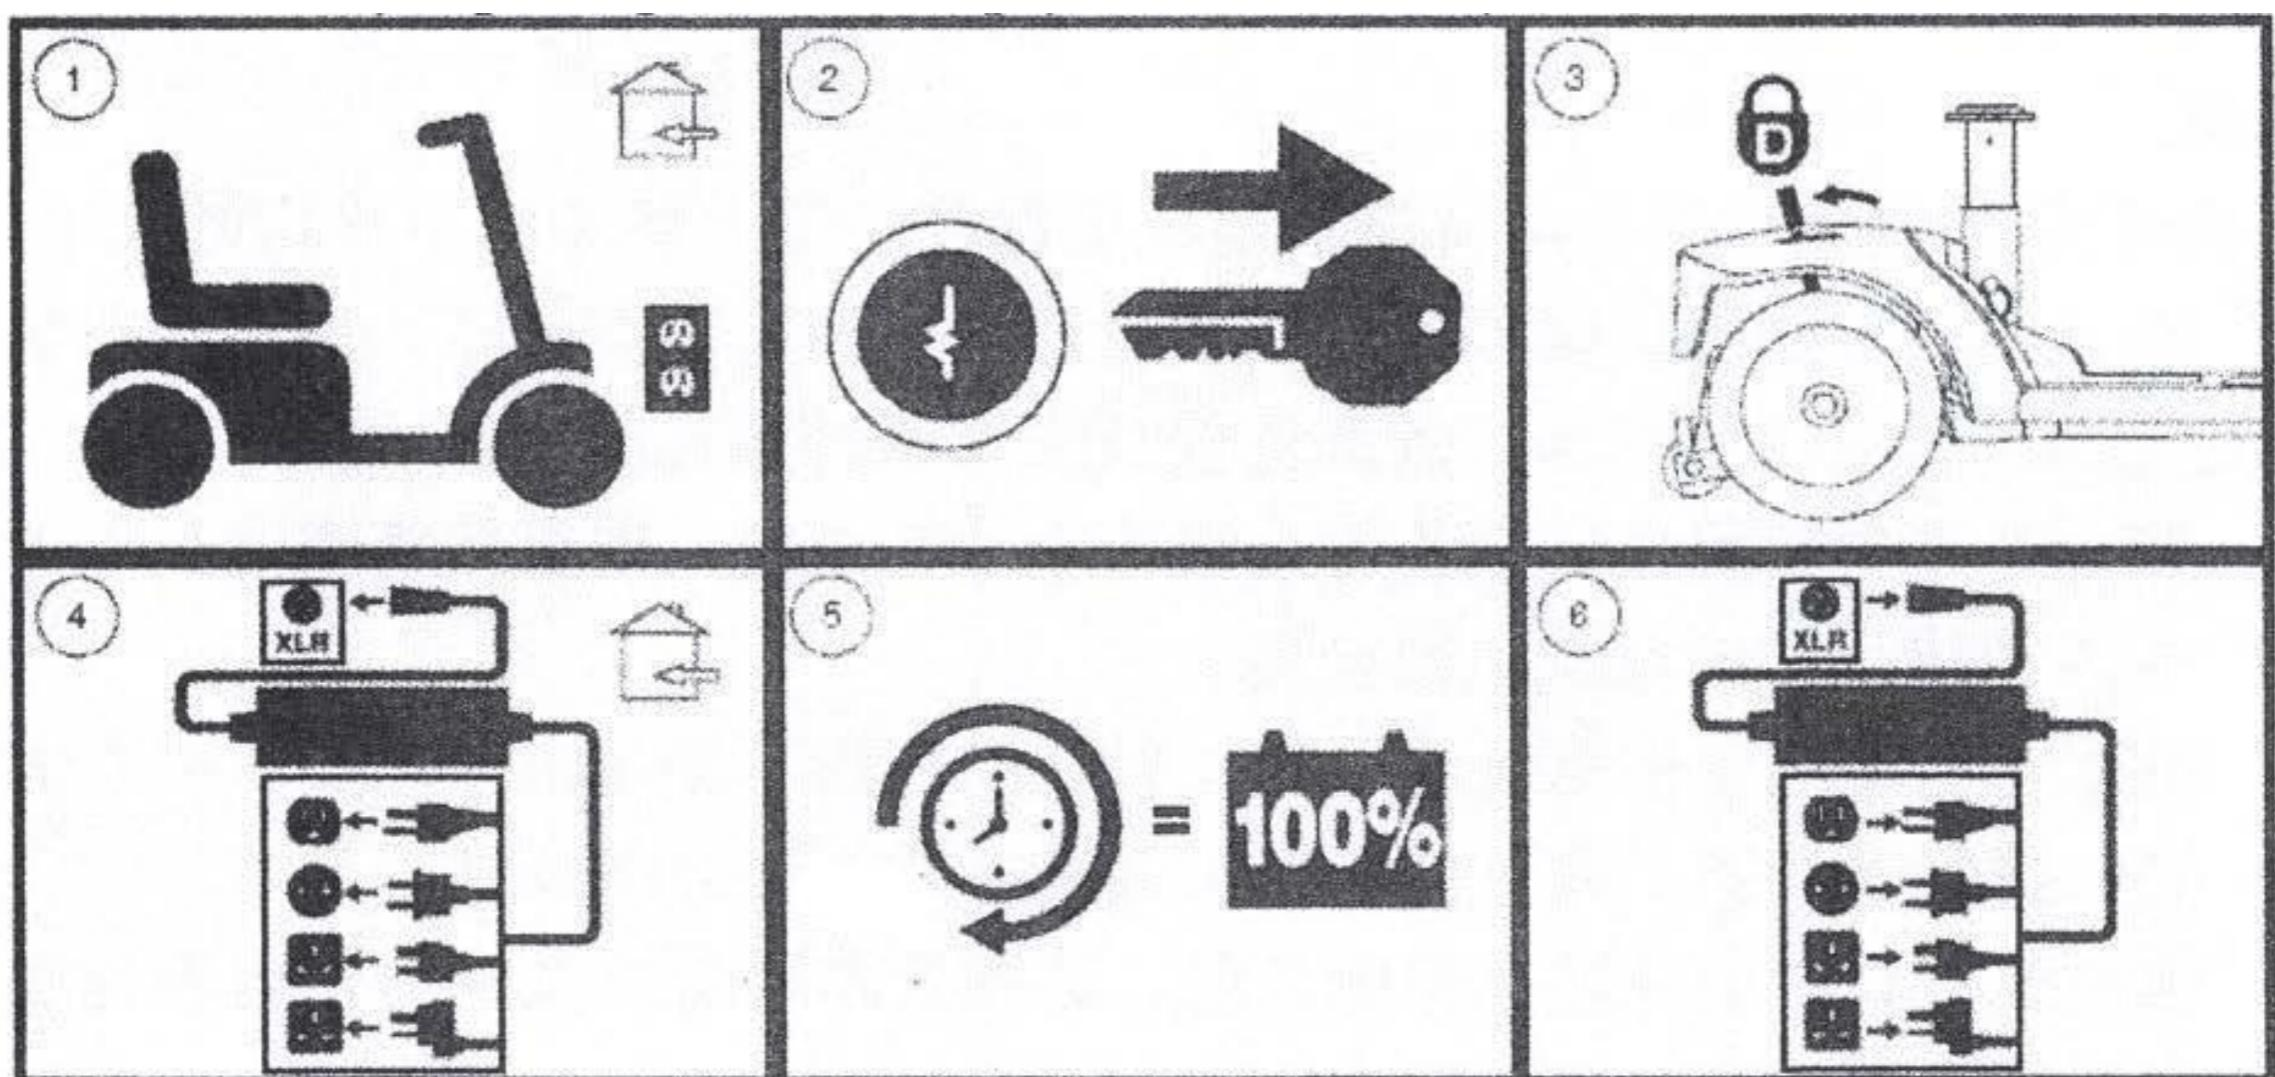

Afbeelding 10
- De batterijmeter bevindt zich op de console. Groen geeft aan dat de accu volledig is opgeladen is, geel geeft aan dat het vermogen laag is en moet worden opgeladen, en rood geeft aan dat de batterij bijna leeg is en onmiddellijk moet worden opgeladen (afbeelding 10).